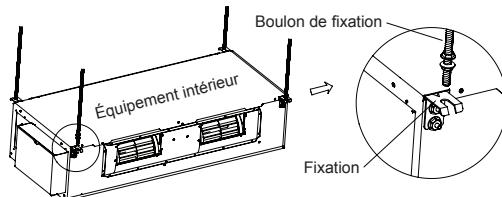

Fig. 8
- (3). Installez la fixation sur l'équipement. (Fig. 8)